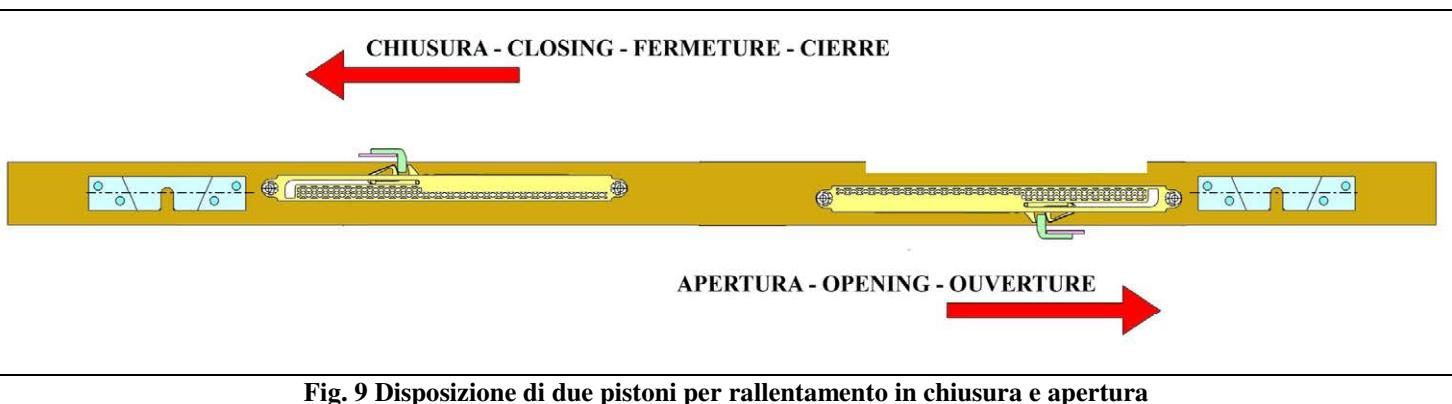

Fig. 9 Disposizione di due pistoni per rallentamento in chiusura e apertura
- Per rallentare l'anta in entrambi i sensi di apertura e chiusura utilizzare due pistoni affacciati ai lati opposti della porta secondo lo schema di Fig.9). Per il fissaggio utilizzare le stesse quote espresse nei punti precedenti.
- To slow the wing in both directions of opening and closing use the two pistons facing to the opposite sides of the door accordingly with the scheme of Fig. 9. For attachment use the same shares expressed in the precedent points.
- Pour ralentir l'aile dans les deux sens d'ouverture et de fermeture utiliser les deux pistons face aux côté de la porte comme indiqué sur le schéma Fig. 9. Afin de fixer les mêmes cotisations des points précédents.
- Para que se frene el obturador en ambas direcciones de apertura y cierre utilizar dos pistones que se enfrentan en los lados opuestos de la puerta según el esquema de la Fig. 9. Para utilizar las mismas dimensiones de montaje expresadas en los párrafos anteriores.